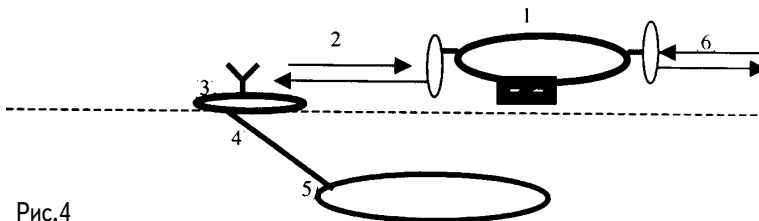

Рис.4
**Комплекс подводного робота для зондирования дна (рис.4).** Учитывая большую потребность в проведении
Слабым местом концепции "привязного" КПРЗ является ненадежный трос-кабель. В настоящее время развивается направление создания бестросовых автономных подводных систем. В мире создано большое количество различных бестросовых автономных КПРЗ, накоплен значительный опыт создания таких систем. Однако одним из перспективных решений при создании современного разведывательного автономного самоходного КПРЗ является схема, показанная на рис.4, где 1 - непилотируемый носитель; 2 - командно-телеметрическая радиолиния; 3 - радиобуй с приемопередающей аппаратурой; 4 - трос-кабель с ВОЛС; 5 - подводный робот; 6 - криптозащищенная линия связи с КУС.